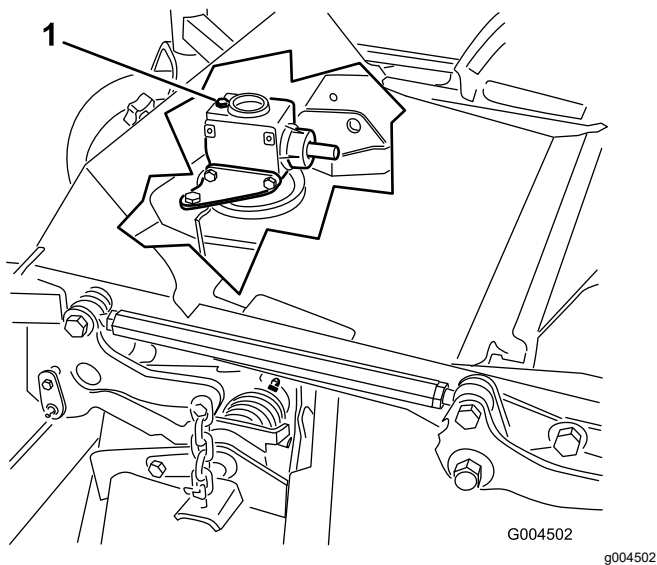

Figura 31
6. Retire la varilla/tapón de llenado de la parte superior de la caja de engranajes y asegúrese de que el lubricante está entre las marcas de la varilla (Figura 31).
- Retire la varilla/tapón de llenado de la parte superior de la caja de engranajes (Figura 31).